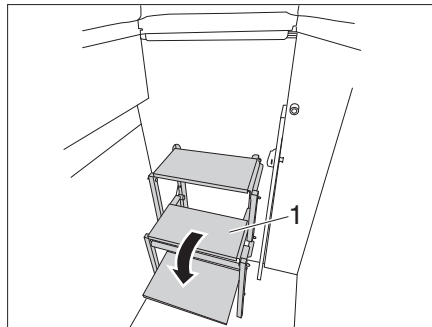

Fig. 57 Déployer le marchepied
- Déployer le marchepied (Fig. 57,1).
- Replier le marchepied (Fig. 57,1).